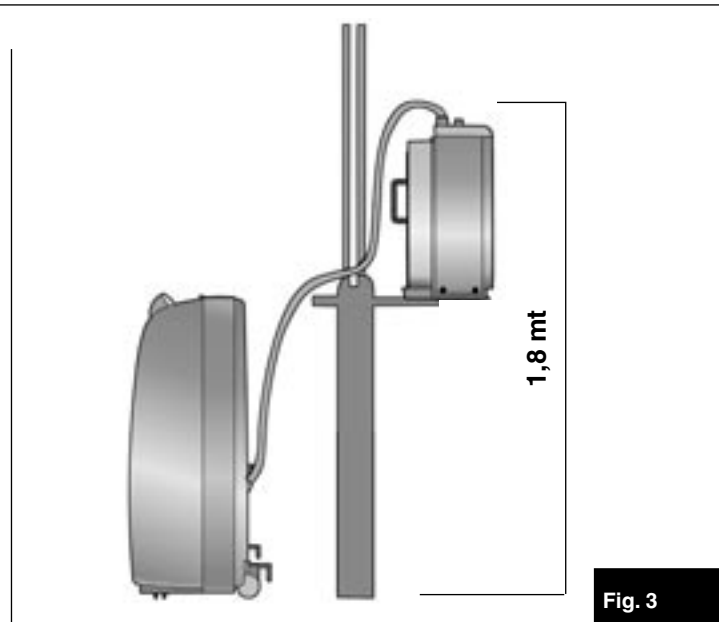

Fig. 3
- La parte posteriore sia ad una distanza di almeno 20 cm (Fig. 3) da qualsiasi ostacolo (tende, pareti, ecc.).
- Il dislivello massimo tra l'unità interna e quella esterna sia di 1,8 m (Fig. 3).
- the rear part of the unit is at least 20 cm (Fig. 3) away from any obstacles (curtains, walls, etc.).
- the difference in height between the indoor and outdoor units is 1.8 m (Fig. 3).
- die Geräterückseite wenigstens 20 cm von Vorhängen, Wänden u.a. behindernden Gegenständen entfernt ist (Abb. 3).
- zwischen dem Innen- und Außengerät ein Höhenunterschied von wenigstens 1,8 m besteht (Abb. 3);
- La parte posterior esté a una distancia de por lo menos 20 cm. (Fig. 3) de cualquier obstáculo (cortinas, paredes, etc.).
- El desnivel entre la unidad interna y la externa sea de 1,8 m (Fig. 3).
- de achterkant zich op een afstand van minimaal 20 cm (fig. 3) van welk obstakel dan ook bevindt (gordijnen, wanden enz.).
- het hoogteverschil tussen de binnenunit en de buitenunit 1,8 m bedraagt (fig. 3);